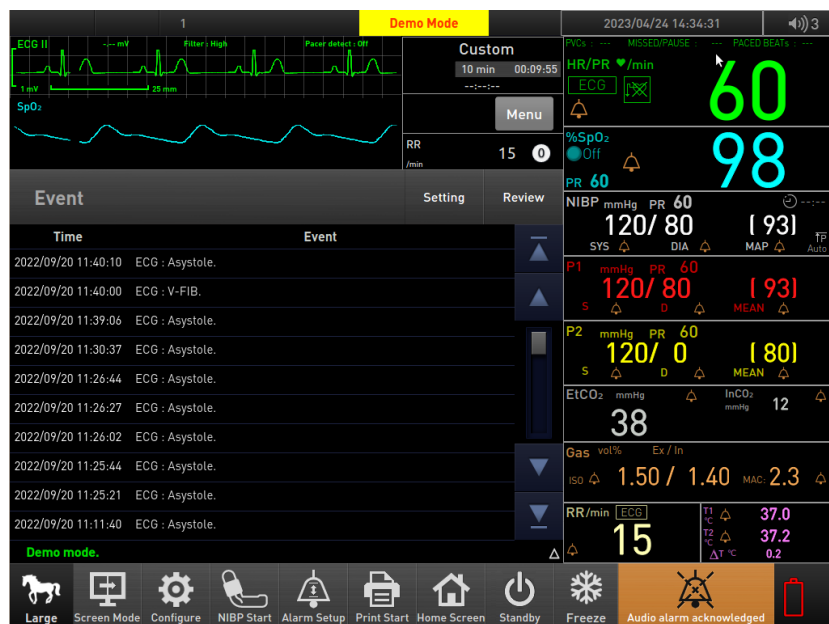

Figura 38. Visualización de la lista de revisión de acontecimientos
2. Si se selecciona el icono de la lista de acontecimientos, la lista de revisión de acontecimientos se mostrará (consulte la Figura 38).